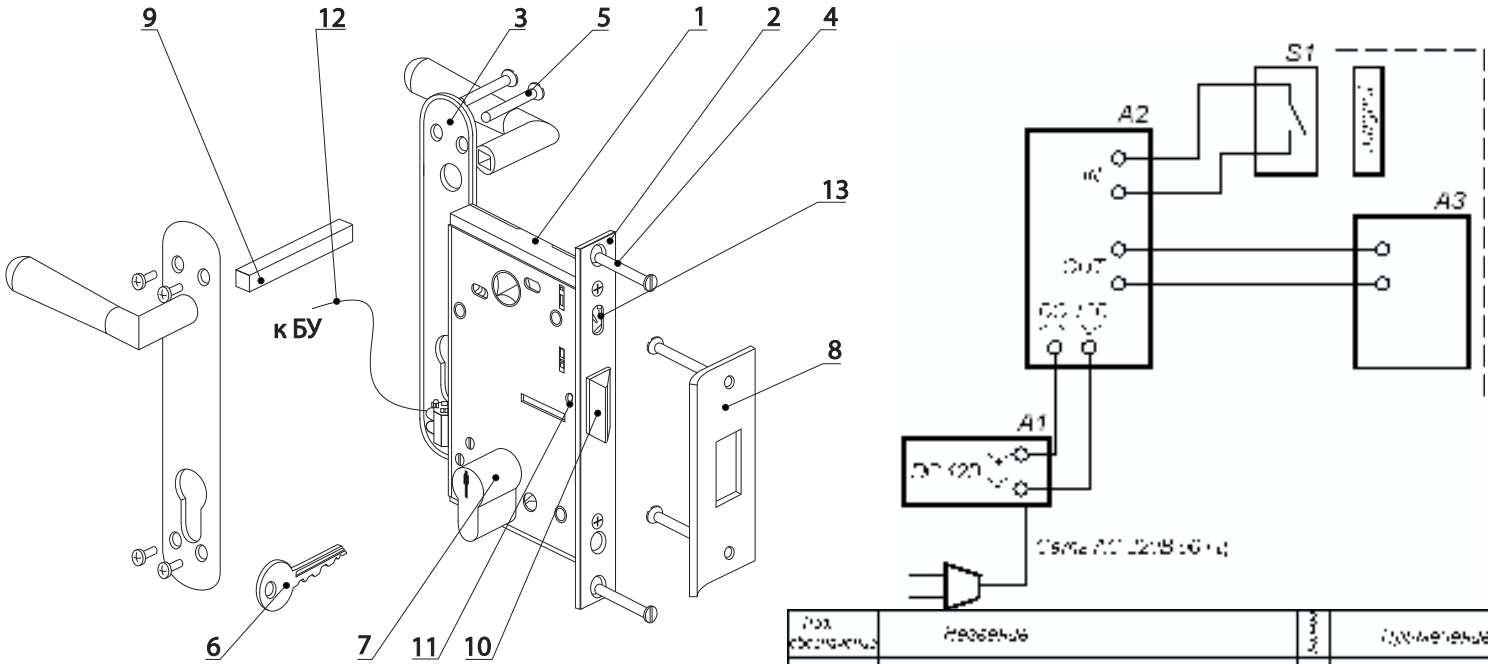

Рис.1 Состав и внешний вид замка.
Состав и внешний вид замка показаны на рис.1. Особенности замка:
Монтаж замка на дверь следует производить в следующем порядке (см. рис.1)
- вывинтите полностью установочный винт 11 ключом шестигранным S2,5 (рис.1);